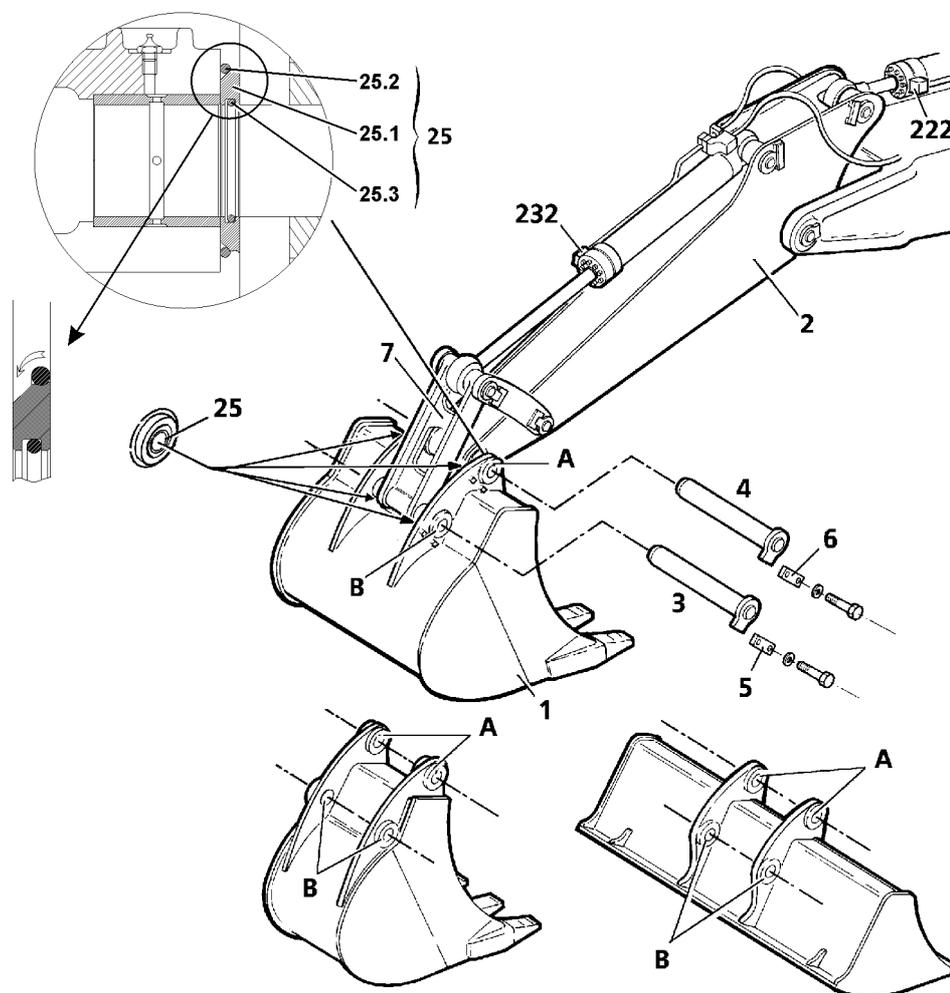

Fig. 3-98 Montaje y desmontaje de la cuchara
- ▶ Introducir el bulón **4** y colocar todo el obturador del soporte bulón **25** con el anillo de seguridad. Prestar atención al sentido del obturador del soporte bulón **25** (véase Fig. 3-98).
- ▶ Empujar los anillos toroidales **25.1** hacia dentro (véase Fig. 3-98).
- ▶ Introducir el bulón **3** y colocar todo el obturador del soporte bulón **25** con el anillo de seguridad. Prestar atención a la dirección del obturador del soporte bulón **25** (véase Fig. 3-98).